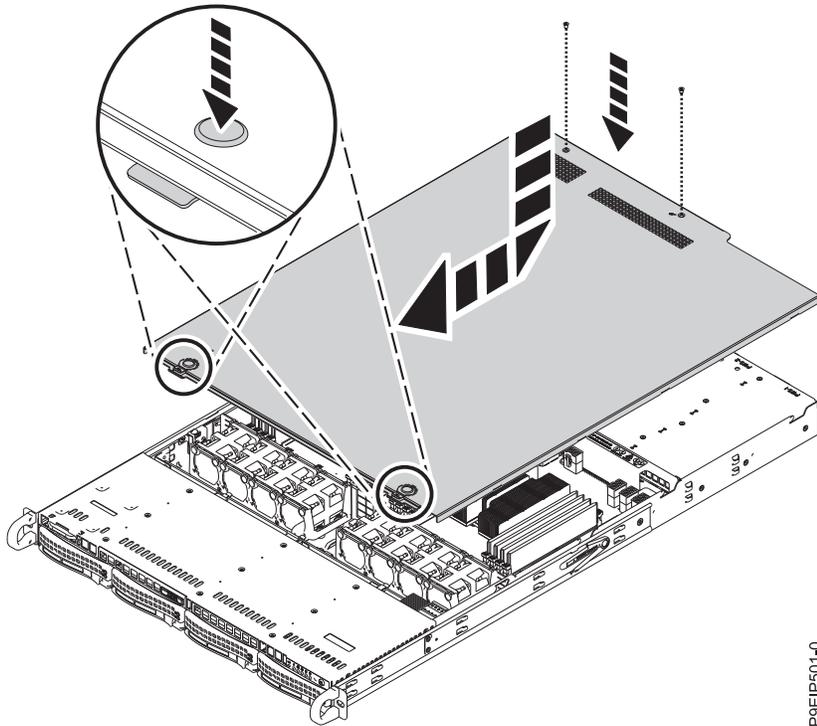

Figura 55. Substituindo e prendendo a tampa
2. Deslize a tampa para frente até que ela trave no lugar, conforme mostrado na Figura 55 na página 100.